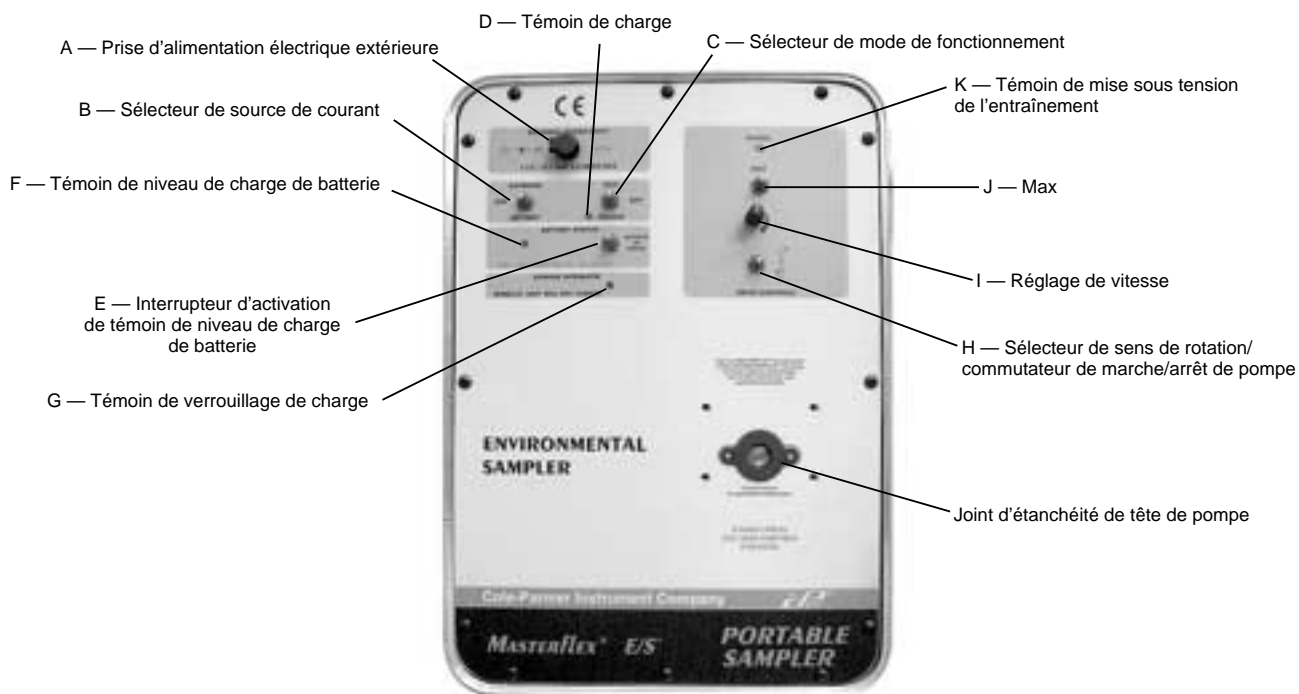

FIGURE 1 PANNEAU DE COMMANDE
- Connecter le bloc d'alimentation/transformateur alternatif-continu à l'entraînement en relevant le couvercle de la prise d'ALIMENTATION ÉLECTRIQUE EXTÉRIEURE (A) et enfoncer la fiche d'alimentation coaxiale de 2,5 mm dans la prise. (Voir Figure 1.)
- A. Placer le **sélecteur de source de courant (B) (EXTERNAL/BATTERY, alimentation extérieure/batterie)** dans la position « **BATTERY** ».
- B. Placer le **sélecteur de mode de fonctionnement (C) (RUN/CHARGE, marche/charge)** en position « **RUN** ».
- C. Tourner le **sélecteur de sens de rotation/commutateur de marche/arrêt de pompe (H)** dans le sens horaire ou antihoraire. (Voir Figure 1.) (Lors d'un changement de sens, commencer par mettre l'appareil hors tension en plaçant le sélecteur dans sa position centrale, qui est celle d'ARRÊT.)
- D. Régler le **débit de la pompe** à l'aide du potentiomètre à 1 tour de **réglage de vitesse (I)** en tournant celui-ci dans le sens horaire pour augmenter le débit ou dans le sens antihoraire pour le réduire.
- E. Pour « **amorcer le tube** », basculer l'**interrupteur « MAX » (J)** vers le haut ou vers le bas pour faire tourner la pompe à la vitesse maximum.
- A. Placer le **sélecteur de source de courant (B) (EXTERNAL/BATTERY, alimentation extérieure/batterie)** dans la position « **EXTERNAL** ».
- A. **Connecter le bloc d'alimentation/transformateur alternatif-continu à l'entraînement** en relevant le couvercle de la prise d'ALIMENTATION ÉLECTRIQUE EXTÉRIEURE (A) et enfoncer la fiche d'alimentation coaxiale de 2,5 mm dans la prise. (Voir Figure 1.)
- B. **Raccorder le bloc d'alimentation/transformateur alternatif-continu au secteur.** Placer le **sélecteur de source de courant (B) (EXTERNAL/BATTERY, alimentation extérieure/batterie)** dans la position « **EXTERNAL** ».
- C. **Placer le sélecteur de mode de fonctionnement (C) (RUN/CHARGE, marche/charge)** en position « **RUN** ».
- D. **Tourner le sélecteur de sens de rotation/commutateur de marche/arrêt de pompe (H)** dans le sens horaire ou antihoraire. (Voir Figure 1.) (Lors d'un changement de sens, commencer par mettre l'appareil hors tension en plaçant le sélecteur dans sa position centrale, qui est celle d'ARRÊT.)
- E. **Régler le débit de la pompe** à l'aide du potentiomètre à 1 tour de **réglage de vitesse (I)** en tournant celui-ci dans le sens horaire pour augmenter le débit ou dans le sens antihoraire pour le réduire.
- F. **Pour « amorcer le tube », basculer l'interrupteur « MAX » (J)** vers le haut ou vers le bas et le maintenir dans cette position pour faire tourner la pompe à la vitesse maximum.